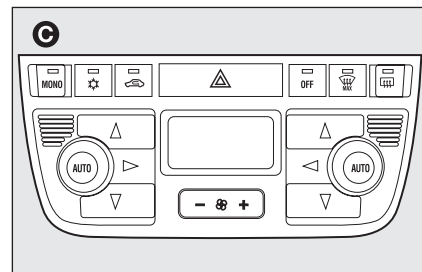

fig. 7
- ☐ avec climatiseur automatique bi-zone **C-fig. 7**.